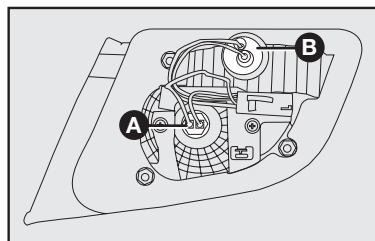

fig. 50
A-fig. 50: Luz de posición trasera.
B-fig. 50: Luz de marcha atrás.
2) Para sustituir la lámpara de la luz de posición, tire del portalámpara **A-fig. 50** y quite la lámpara fijada a presión. En seguida, sustituya la lámpara y recolque el portalámpara.
3) Para sustituir la lámpara de la luz de marcha atrás, gire en sentido antihorario el portalámpara **B-fig. 50** y quite la lámpara fijada a presión. Enseguida, sustituya la lámpara y recolque el portalámpara, girándolo en sentido horario.
Para sustituir una lámpara del grupo de luces traseras de la carrocería **B-fig. 50**, es necesario: